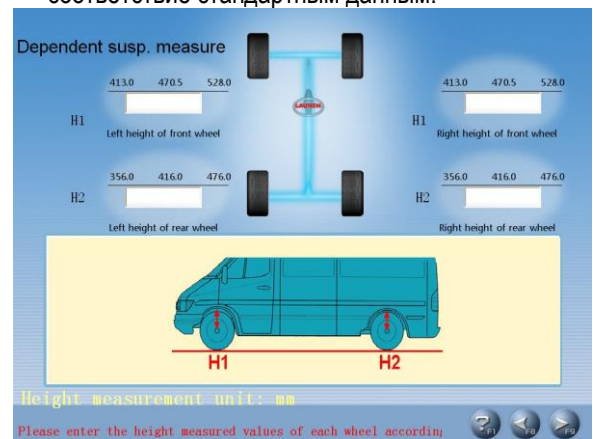

Рис. 4.9
- При выборе определенной модели автомобиля (например, RENAULT MEGANEII) на экране отображается окно [Измерение в зависимой подвеске], как показано на рис.4.9. Это окно представляет собой инструмент для измерения геометрии зависимой подвески и проверки на соответствие стандартным данным.